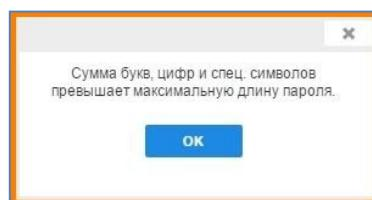

Рисунок 46 - Модальное окно ошибки сохранения настроек паролей
- 6) Если сумма всех требуемых заглавных букв, цифр и специальных символов (при попытке сохранения настроек) превысит максимально возможное количество символов пароля, появится модальное окно с ошибкой сохранения (Рисунок 46), нажмите на кнопку «OK» и введите правильные настройки паролей.